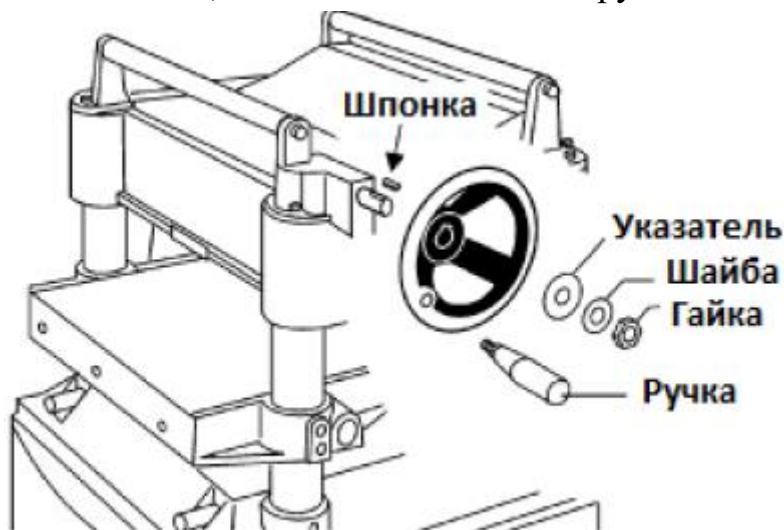

Рис. 11 Монтаж маховика
1. Установите шпонку в паз на валу (Рис. 11) и наденьте маховик на вал так, чтобы он оказался насажен на шпонку.